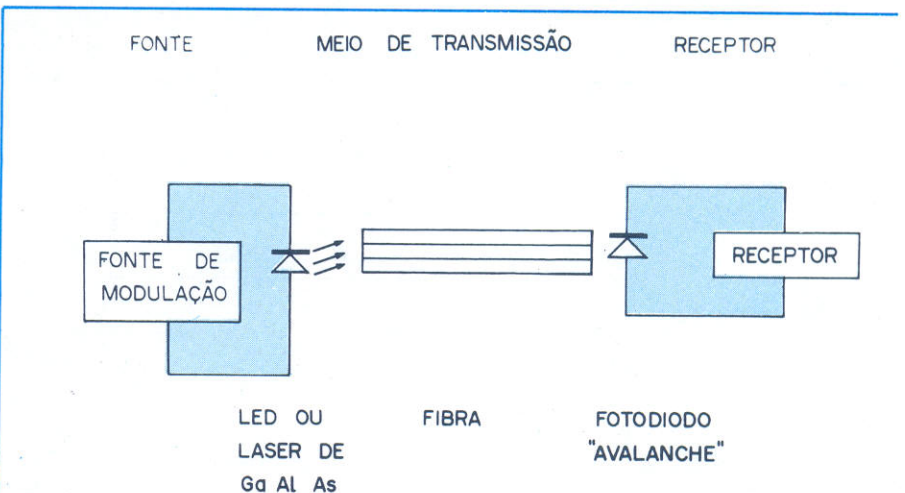

Fig. 1 — Representação esquemática de um sistema ótico de comunicação
Como se pode observar no diagrama esquemático da fig. 1, um típico sistema de telecomunicações consiste de uma fonte, de um meio de transmissão e de
A tabela I mostra as larguras de banda ideais para os vários sistemas de telecomunicações. As larguras que podem ser conseguidas, na prática, são, geralmente, menores que as ideais; por exemplo, a tecnologia que temos à disposição, atualmente, não permite o total aproveitamento da largura de banda potencial de um sistema ótico de comunicações (OCS — optical communications system). Pela fig. 1, vê-se que um OCS típico possui um diodo emissor de luz (LED) ou um laser de diodo semicondutor como fonte, fibras óticas como meio de transmissão e um fotodiodo de avalanche como receptor. A largura de banda de tais sistemas está limitada a  $10^9$  Hz. Apesar de ser comparável às larguras de banda dos sistemas de micro-ondas, existe, claramente, muito campo para aperfeiçoamentos.
Explicando de uma outra maneira o estroboscópio, podemos dizer que é um instrumento que nos permite a visão instantânea de um determinado ponto de um movimento. Em consequência, conclui-se que ele permite que analisemos fenômenos oscilatórios e rotativos que, sem o seu auxílio, não seriam visíveis aos nossos olhos. Como exemplo temos, na fig. 1, a luz de um estroboscópio iluminando uma impressora em alta velocidade. A porção iluminada pelo estroboscópio é bastante visível, enquanto que o restante, com iluminação normal, parece-nos um borrão.
**Setor gráfico** — Devido às altas velocidades desenvolvidas pelos equipamentos gráficos, o estroboscópio torna-se praticamente indispensável; por exemplo: para verificação de registros de impressão, uniformidade da tinta e da cola, distensão do material, verificação de encapadeiras, bobinadeiras, pespontadeiras, gravação em alto relevo, etc. Um exemplo deste tipo de aplicação foi ilustrado na fig. 1.